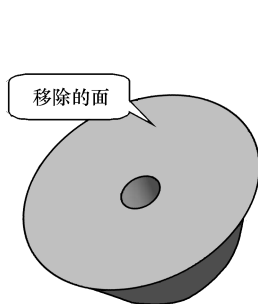
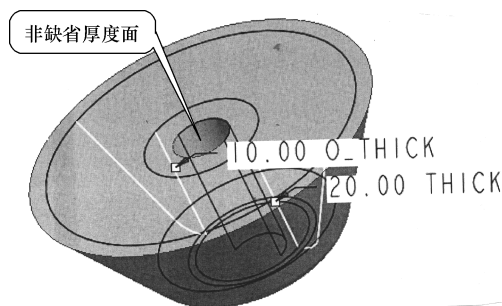

图 7-41 原模型
图 7-42 完成非缺省厚度设置
- (1) 打开文件“lit7-4. prt”, 如图 7-41 所示。
- (2) 单击【工程特征】工具栏中的【壳】按钮, 弹出【壳】操控板。
(3) 在图形区选择立体上表面，如图 7-41 所示。
(4) 在对话框的【壳厚度】组合框中输入厚度值“10”，按〈Enter〉键或在图形区单击鼠标中键接受该值。
(5) 在操控板单击【参照】按钮，弹出【参照】下滑面板，单击【非缺省厚度】曲面收集器，使其处于淡绿色激活状态。
(6) 在图形区选择内孔表面，双击该曲面厚度尺寸数字，在出现的组合框中输入厚度值“20”，按〈Enter〉键接受该值，完成非缺省厚度设置，如图 7-42 所示。